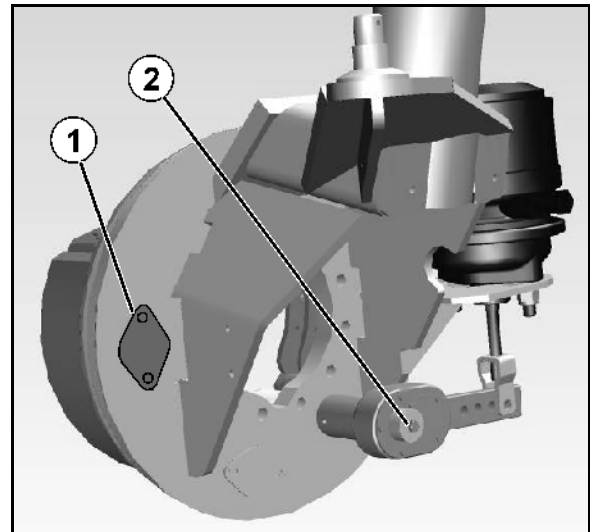

Fig. 159
I bremsetromlens ankerplade befinder der sig et kontrolvindue (Fig. 159/1) til kontrol af bremsebelægningernes nedslidning.
2. Skru skruen (Fig. 159/2) helt ind og løs den ¼ omdrejning.